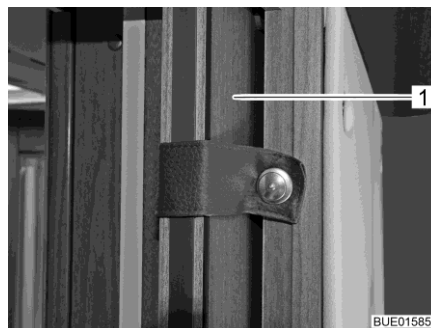
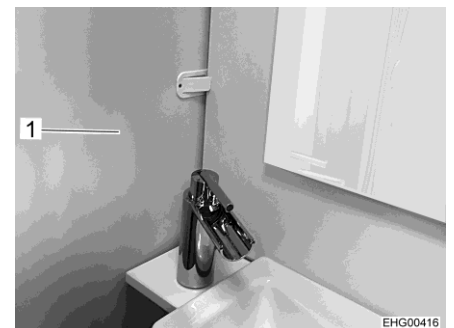

Fig. 14 Porta scorrevole
Fig. 15 Parete divisoria per la doccia
- Fissare le porte (Fig. 14,1) o le pareti di separazione (Fig. 15,1) con i bloccaggi o i dispositivi di fissaggio previsti.